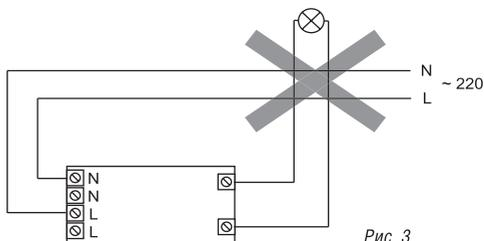

Рис. 3
- Не позволяйте пересекаться входным и выходным кабелям (Рис. 3).